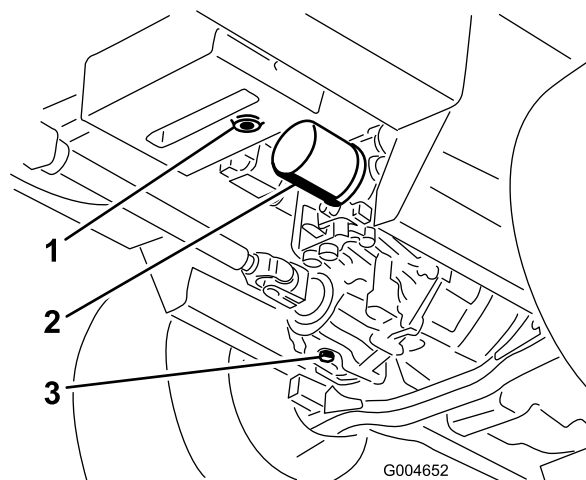

図 71
置き、それぞれのドレン・プラグを外してタンク内のオイルを完全に排出、回収する(図 71)。
4. 油圧オイル・フィルタの取り付け部周辺をきれいに拭いてフィルタを取り外す(図 71)。